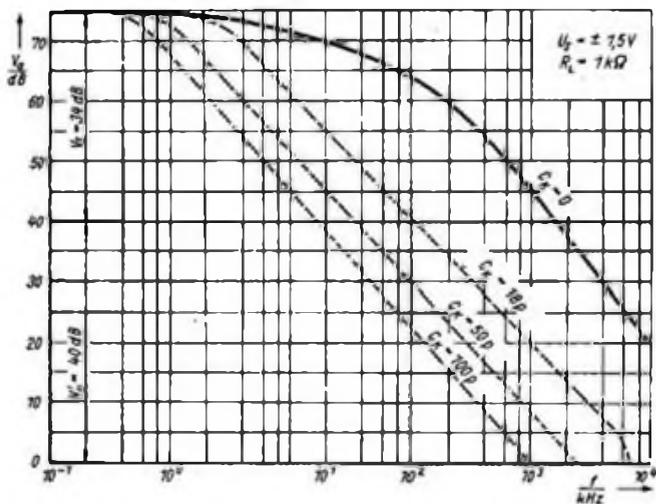

Bild 1: Frequenzabhängigkeit der Verstärkung für die Operationsverstärker B 861 D bzw. B 761 D
- Bei $U_S = \pm 1,5\text{ V}$ noch hohe Leerlaufverstärkung von etwa 74 dB (s. Bild 1).
- Die Gegenkopplung setzt den Ausgangswiderstand herab. Ohne Gegenkopplung wäre er gleich dem äußeren Lastwiderstand R_L (von Pin 5 nach $+U_S$ geschaltet). Bei $V_S = 34\text{ dB}$ (s. Bild 1) und $R_L = 1\text{ k}\Omega$ ergibt sich ein Ausgangswiderstand von 20Ω für nicht zu hohe Frequenzen.